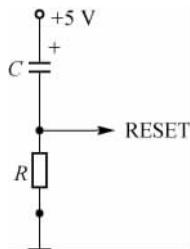
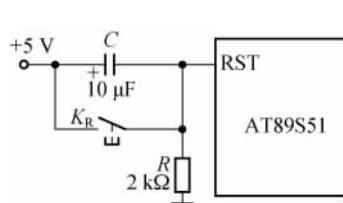

图 1-6 上电复位电路
图 1-7 按键复位电路
(2)复位电路。复位电路分为上电自动复位和按键复位两种。上电自动复位是给电容 C 充电加给 RST 引脚一个短的高电平信号,此信号随着 V_{cc} 对电容 C 的充电过程而逐渐回落,即 RST 引脚上的高电平持续时间取决于电容 C 充电时间。为保证系统可靠复位,RST 引脚上的高电平必须维持足够长的时间,如图 1-6 所示。除了上电复位外,有时还需要按键复位,按键复位电路如图 1-7 所示。在实际应用中,为了控制方便,提高可靠性,单片机的复位电路往往包含以上两种复位方式。